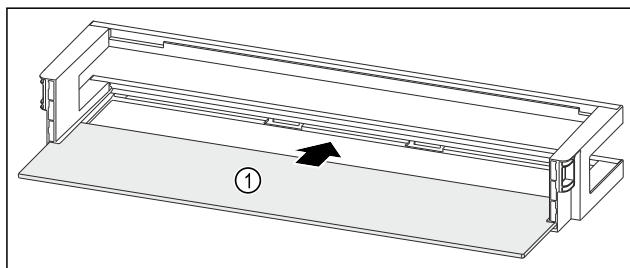

Fig. 165 Polica u vratima s policom za odlaganje
- ▶ Umetnite policu Fig. 165 (1) u bočna udubljenja.